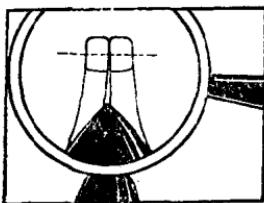

图 5
尖缝紧松程度一般可掌握在铱粒的前端部分两片并拢为准(图 5)。
(4) 笔尖、笔舌装好后应对着亮光照一照，看铱粒两爿是否开叉。如有开叉，可在煤油灯玻璃罩上，把笔尖、笔舌烘半至一分钟，边烘边转，防止热量过分集中后烘焦笔舌。另外，也可用 80℃左右的水烫或划燃火柴烘。要达到如下要求：
① 符合正常笔尖缝的要求（参考上述“装前准备”(2) 及图 5)。
② 笔尖与笔舌间距离正常（如果笔尖与笔舌离缝过大，可在水烫或火烘后，以大姆指将笔舌向笔尖处捏拢）。
③ 笔尖两爿必须并列：如有半爿高出，应用手指向下拗成两爿并列（参考本书第三章：六、笔尖整修）。
④ 最后在纸上试写笔尖，要求润滑。